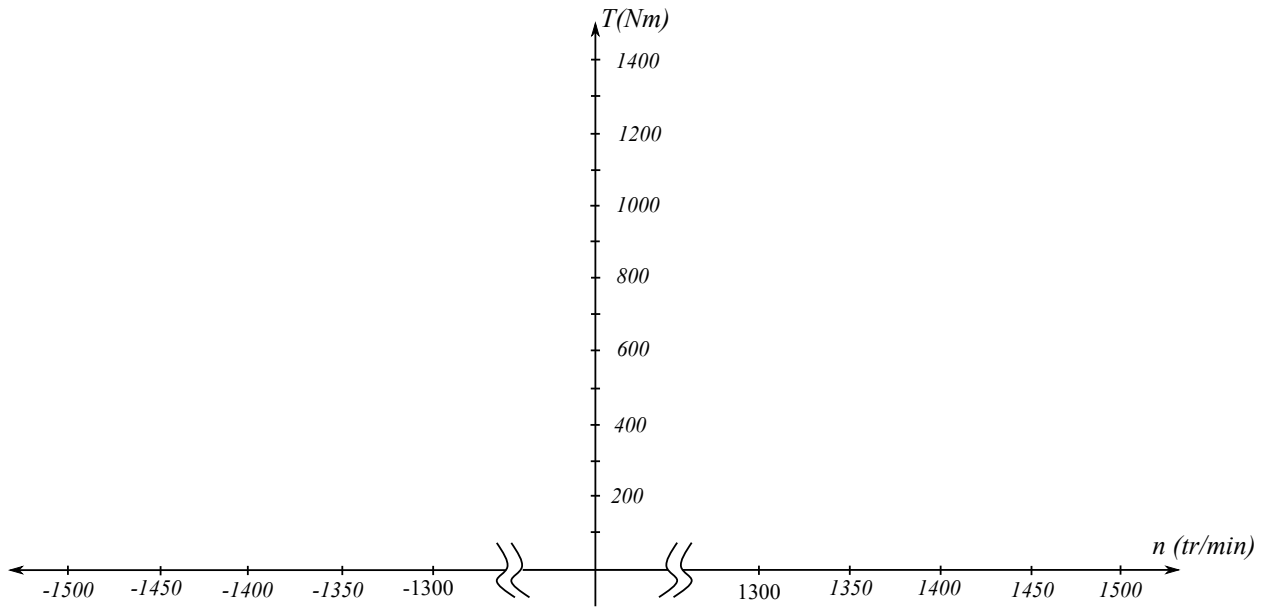

FIGURE 17 – B.3.1--B.3.3-
B.3.1- Sur la Figure.17 du **document réponse N°2** page 16, tracer la caractéristique $T_{em} = f(n)$ pour un fonctionnement en montée, et indiquer le point de fonctionnement F_1 correspondant à la montée à vitesse constante.
B.3.3- Sur la Figure.17 du **document réponse N°2** page 16, tracer la caractéristique $T'_{em} = f(n')$ pour un fonctionnement en descente. et indiquer le point de fonctionnement F_2 correspondant à la descente à vitesse constante.